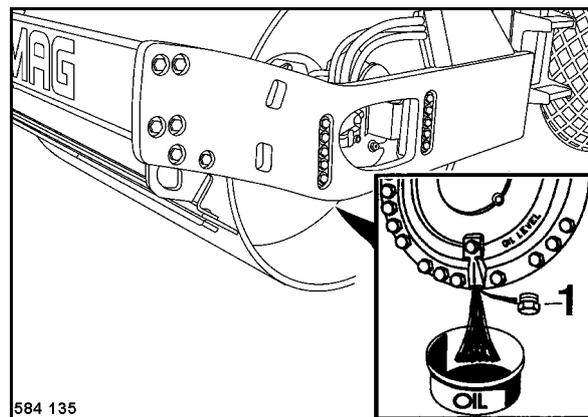

Рис. 166
- Передвинуть обод так, чтобы пробка сливного отверстия 1 (Рис. 166) находилась в самой нижней точке.